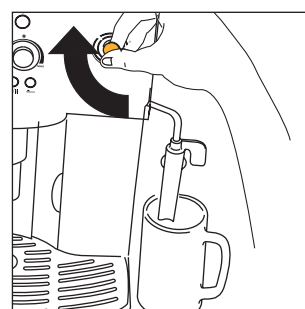
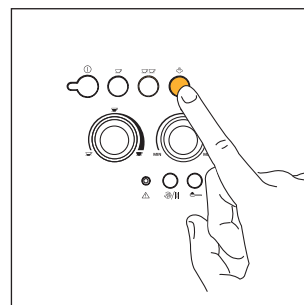
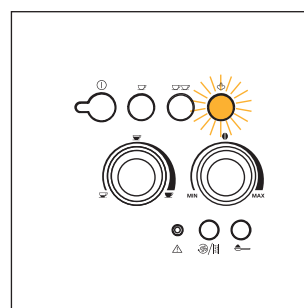

Fig.6
Fig.21
Fig.22
4. Efter nogle sekunder begynder der at løbe lidt vand ud af cappuccino adapteren. Når koppen er fyldt op med cirka 30cc, drej dampbetjenings knappen en halv gang med uret (fig. 6) så langt den kan komme, for at afbryde vandstrømningen.
5. Vent på at de grønne kontrollamper ② og ③ holder op med at blinke og tændes uden at blinke. (Når de grønne kontrollamper blinker, betyder det, at maskinen er i forvarmningsfase, hvorimod når de er tændt og ikke blinker, betyder det, at maskinen har opnået den ideelle temperatur til at brygge kaffe. Jvf. par. 11 – punkt 1 og 2).
- Drej dampbetjeningsknappen med uret helt i bund for at afbryde vandstrømningen (fig. 6) og sæt cappuccinoadapteren i dens originale position i midten af maskinen. (Det tilrådes ikke at lade varmt vand løbe ud i mere end 2 minutter).
- Tryk derefter på tasten til damp (fig. 21). Kontrollampen ☼ (fig. 22) begynder at blinke for at vise at maskinen er i forvarmningsfase.
- Når den ønskede temperatur er nået, afbrydes dampudledningen ved at dreje dampbetjeningsknappen med uret helt i bund (fig. 6) og tryk på tasten til dampen ☼ (fig. 21) for at deaktivere dampfunktionen.